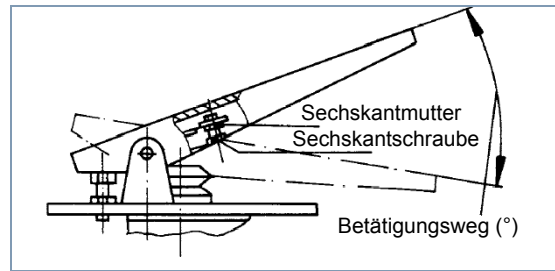

Abb. 9 Trittplatte
- Sechskantmutter lösen (siehe Abb. 9).
- Sechskantschraube bis an die Trittplatte einschrauben und mit Sechskantmutter mit 4 Nm kontern (siehe Abb. 9).